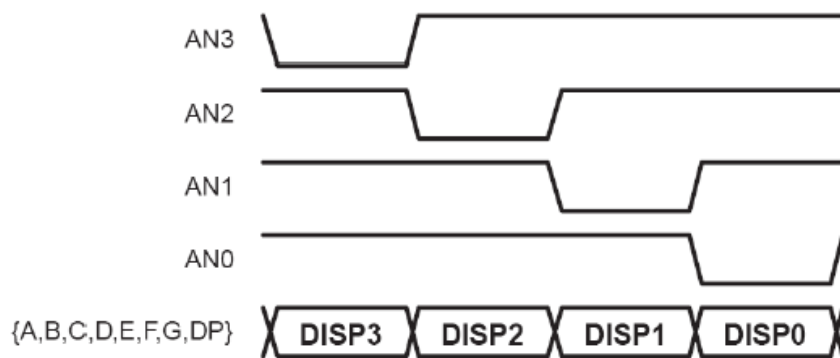

Figura 3: Uso de los 4 dígitos de forma simultánea
Como hemos comentado anteriormente, los 8 bits que encienden cada uno de los segmentos son comunes para los cuatro displays. Por tanto, esto nos conduciría a pensar que los cuatro displays no pueden ser encendidos simultáneamente. Sin embargo, si observamos la figura 3 podemos comprobar que las señales de habilitación de los displays (AN0-3) pueden servir para multiplexar en el tiempo las señales de activación de los segmentos (A, B, ..., DP), de forma que estaríamos sucesivamente encendiendo un display y apagando todos los demás. Si esto es realizado a una frecuencia alta, debido a la persistencia de la visión, el cerebro humano percibe que todos los caracteres se encienden simultáneamente.
4.- Registro de de desplazamiento. Consiste en un pequeño registro de desplazamiento circular, de forma que todos los bits se desplazarán una posición a la izquierda (hacia el bit más significativo), y el bit menos significativo pasará a tener el valor del bit más significativo. El valor del registro al producirse un reset asíncrono será "1110", por tanto, la secuencia que se producirá será: "1110" -> "1101" -> "1011" -> "0111" -> "1110" (ver figura 3). Estos desplazamientos se producirán siempre que el módulo esté habilitado. El valor del registro se utilizará para controlar las señales de habilitación de los displays.
formará una secuencia como se indica en la figura 3